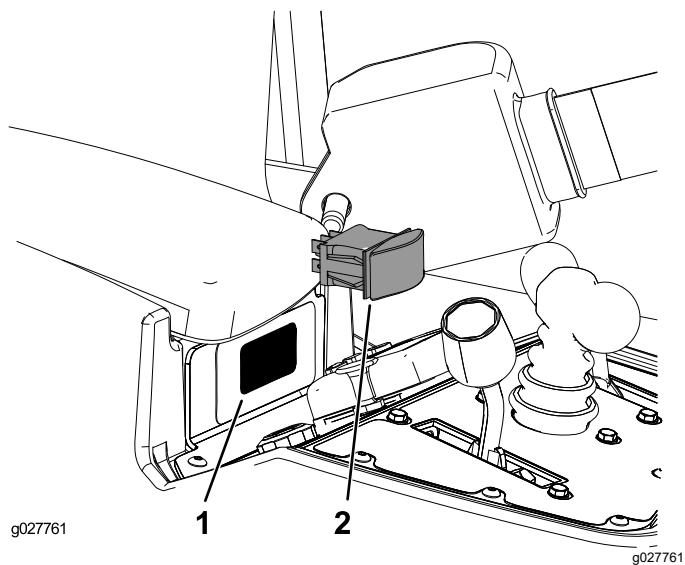

Figura 10
2. Desde dentro de la consola, presione el tapón del hueco para retirarlo (Figura 10).
3. Introduzca el interruptor basculante a presión en el hueco de montaje de la consola, según se muestra en Figura 10.